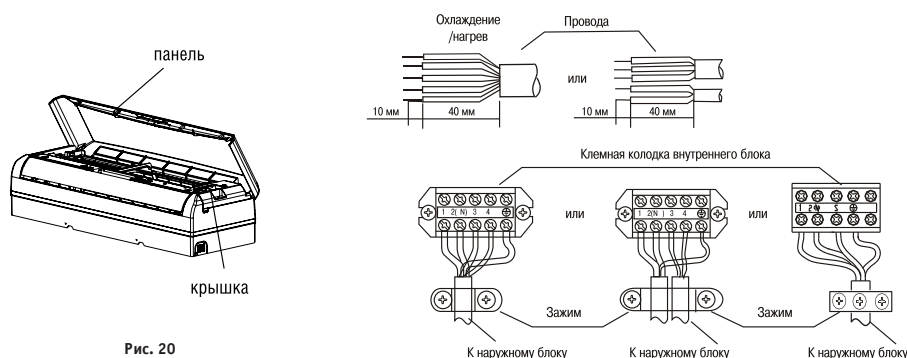

Рис. 20
5. Снимите панель и винты и выньте крышку клеммной коробки (рис. 20).